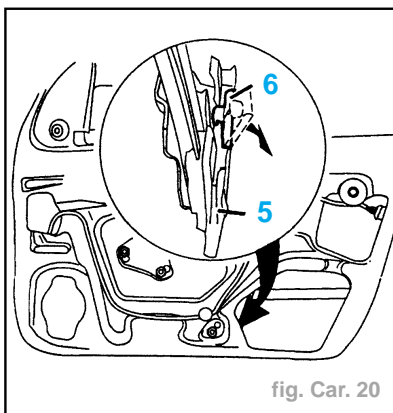

fig. Car. 20
- les joints (3) lécheurs intérieur et extérieur,
- le joint de coulisse supérieur (4).
- Écarter le clip (6) de l'agrafe de maintien de vitre (5) (fig. Car. 20).